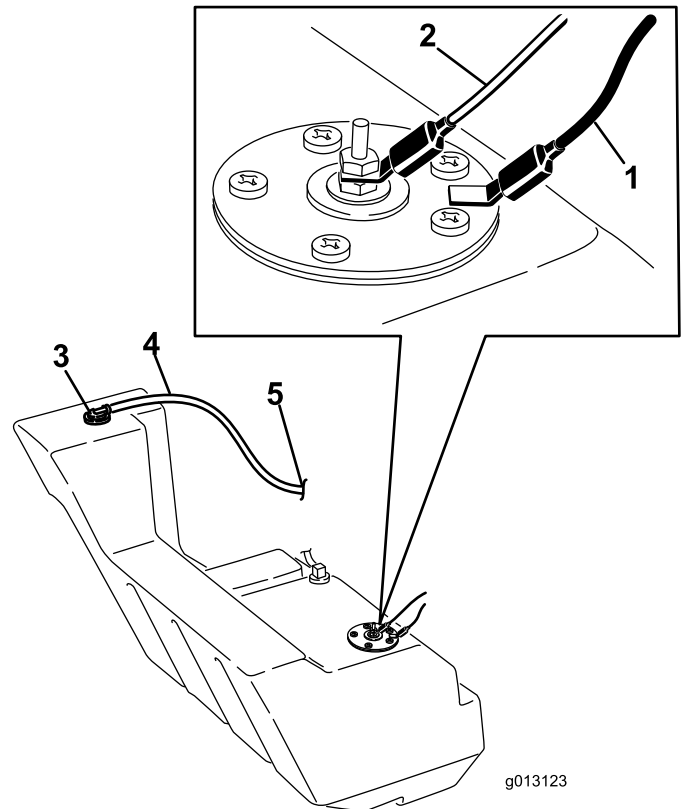

图 66
12. 断开连接到油箱右侧的 2 根电线图 66。
21. 在油箱右侧将橙色导线连接到中心立杆并将黑色导线连接到外立杆 图 66。